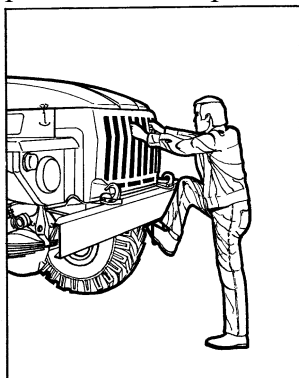

Рис. 2. Прием использования подножки и ребер облицовки радиатора при подъеме на буйер и спуска с него
6. Чтобы подняться на буйер автомобиля или спуститься с него, следует использовать подножку, центральное и крайнее левое (по ходу автомобиля) ребра облицовки радиатора, имеющие на внутренней стороне вкладыши (рис. 2).